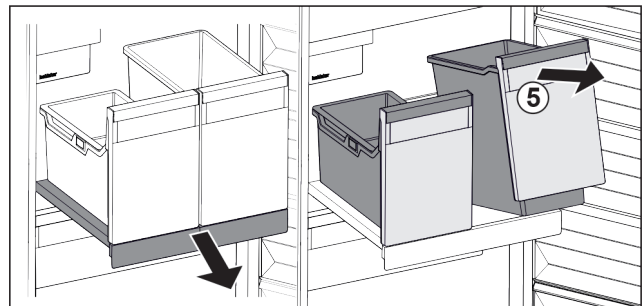

Fig. 33
- ▶ Приподнимите контейнеры Fig. 33 (5) спереди.